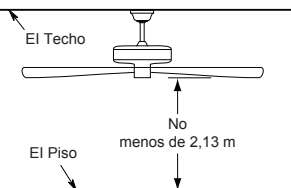

Figura 2
Uso de perfil profundo (Figura 2)
2. Retire el clip de horquilla y pasador de horquilla de la parte inferior de la bola para colgar. Retener el pasador y clip para la reinstalación en el paso 5. (Figura 2)
Debe colgar el ventilador a una distancia mínima de 2,13 m desde las aspas hasta el piso. (Figura 2)
Para evitar una posible descarga eléctrica, asegúrese de cortar la alimentación eléctrica de la caja de fusibles principal antes de alambrado el ventilador. (Figura 2)
2. Coloque y ajuste firmemente la cubierta para el tornillo de la base sobre los tornillos de reborde de la abrazadera para colgar mediante el mecanismo de seguro por giro del chavetero. (Figura 2)
2. Instale el ensamble de la placa de iluminación en el soporte utilizando las dos ranuras principales de conexión. Vuelva a colocar el tercer tornillo y asegure los tres tronillos. (Figura 2)
2. Restaure la fuente de alimentación de la toma de corriente enciendi la electricidad del fusible principal. (Figura 2)